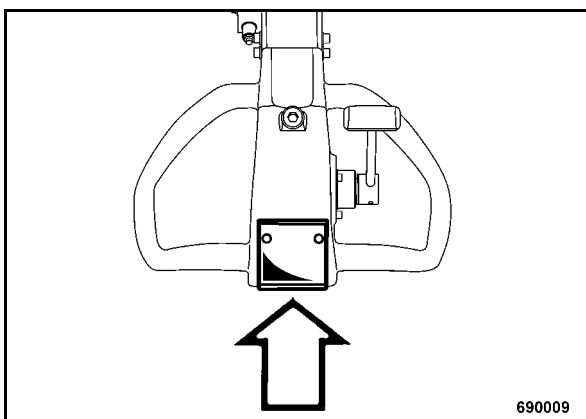

рис. 26
- В случае задействования защиты от заднего хода (рис. 26) рычаг движения внутренне переставляется с движения назад на движение вперед.